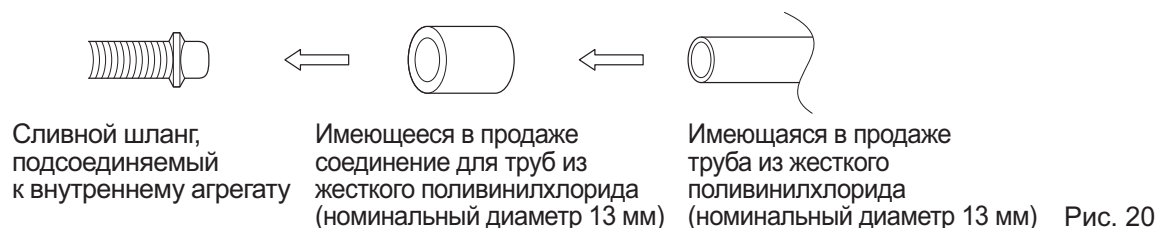

Рис. 20
- При непосредственном соединении трубопроводов из жесткого винилхлорида (номинальный диаметр 13 мм) со сливным шлангом, подсоединенным к внутреннему агрегату (т. е. для закладного трубопровода и т. п.), используйте соединения из жесткого винилхлорида, имеющиеся в продаже (номинальный диаметр 13 мм). (См. рис. 20)